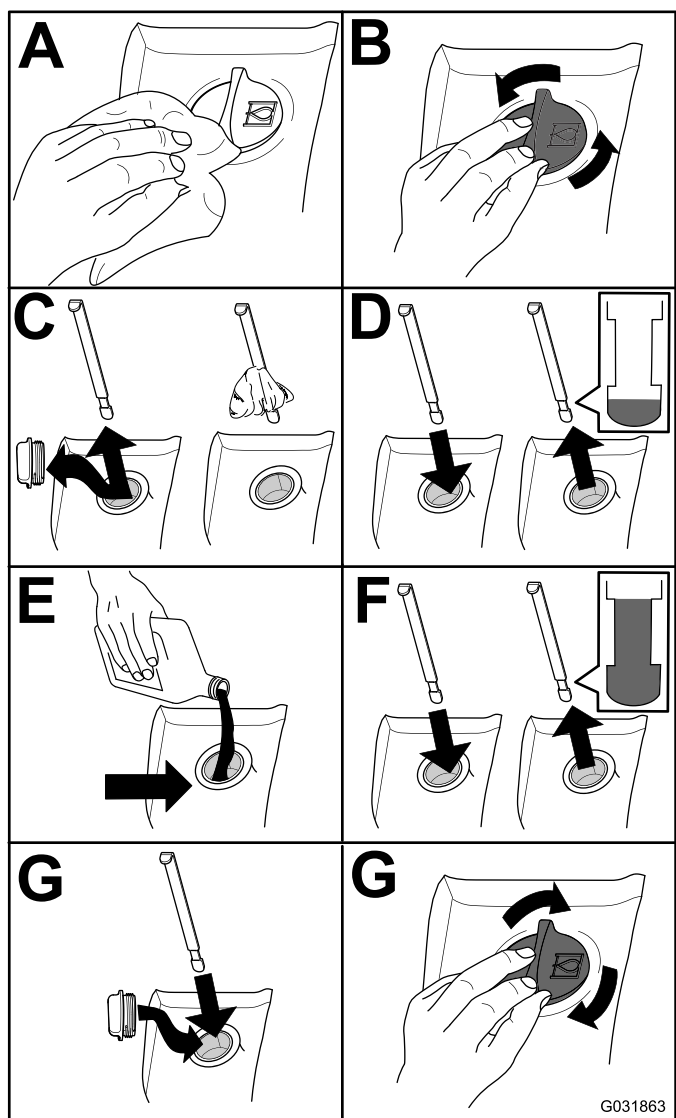

Figura 116
2. Controllare il livello del fluido idraulico (Figura 116).